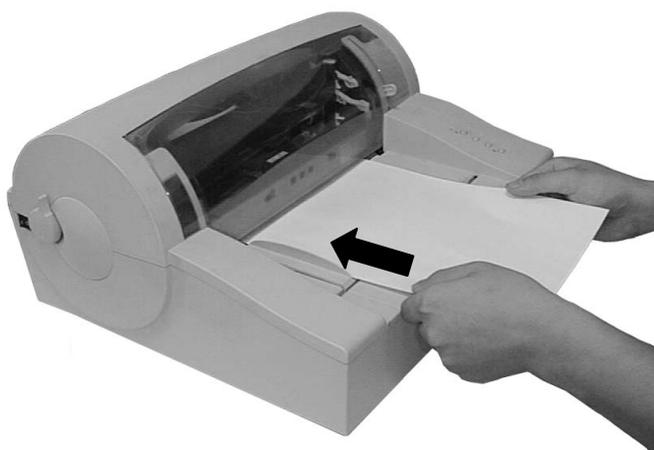

图 3-5 安装单页纸
- 如图 3-5 所示插入纸张。纸张会自动进到打印位置，若纸张有歪斜，打印机会自动检查并退出纸张。